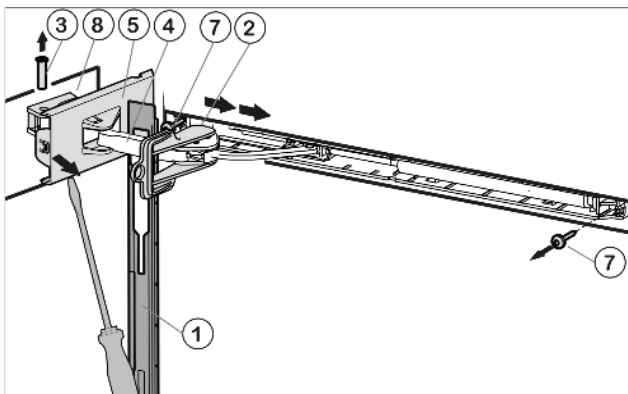

Fig. 5
- ▶ Pousser le panneau au-dessus de l'étrier de l'amortisseur Fig. 5 (4) vers l'avant, en direction de l'appareil.
- ▶ Encliqueter le dispositif d'arrêt joint Fig. 5 (2) dans le trou longitudinal.
- ▶ Détacher le cache Fig. 5 (5) côté charnière avec un tournevis jusqu'au premier encliquetage.
- ▶ Chasser le pivot Fig. 5 (3) par le bas.
- ▶ Pousser l'étrier de l'amortisseur Fig. 5 (4) direction porte.
- ▶ Défaire complètement le cache Fig. 5 (5) côté charnière et l'ôter.
- ▶ Ôter le panneau Fig. 5 (1).
- ▶ Dévisser l'unité d'amortissement de fermeture (2 Torx® 15) Fig. 5 (7).
- ▶ Dévisser l'élément pivotant Fig. 5 (8) et le placer tourné de 180° du côté opposé. Pointer les trous de vissage ou utiliser une visseuse sans fil.